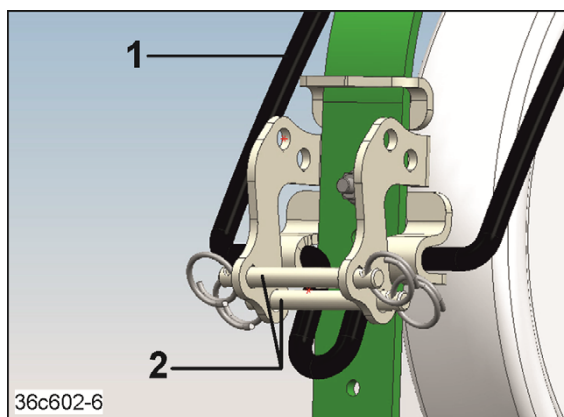

Fig. 186
2. Fjern boltene (Fig. 186/2).
3. Sving harvtinden (Fig. 186/1) i parkeringsposisjon.
4. Sett inn boltene (Fig. 186/2) og sikre de med fjærringer.